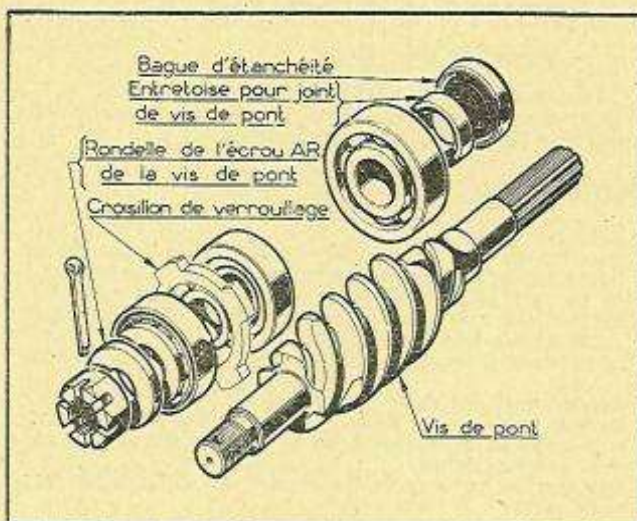

Fig. 55. — Déshabillage de la vis.
- Sortir le roulement AR (comportant les deux roulements jumelés et le croisillon de verrouillage) (fig. 55).